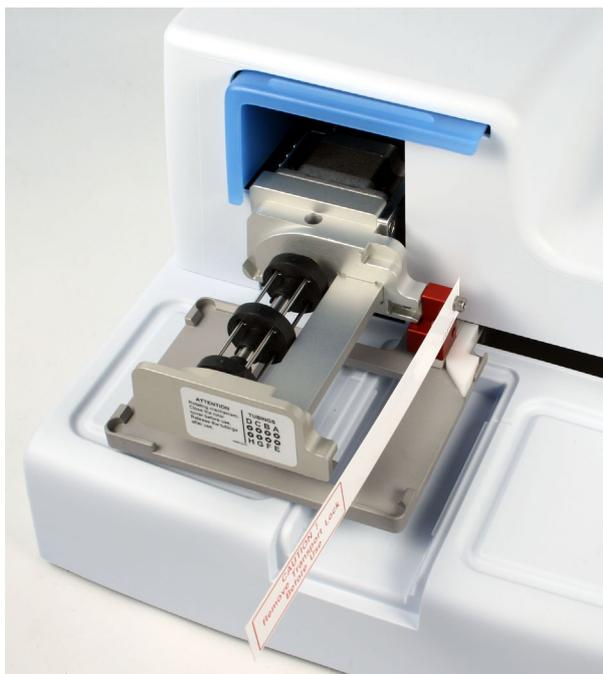

Figura 3–5. Fermo per il trasporto e relativa etichetta
1. Svitare le due viti contrassegnate 1 e 2 del fermo per il trasporto con il cacciavite a testa esagonale fornito in dotazione (Figura 3–6) in modo che il meccanismo della guida sia allentato.